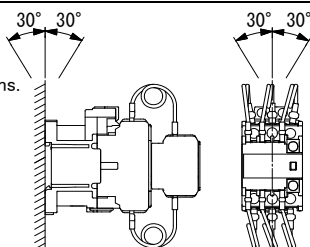

図1 Fig. 1
- (1) 湿気、じんあい、振動の少ない所に設置してください。
- (2) 垂直面に取付けてください。許容傾斜角度は30°以内です。(図1)
- (1) Mount in a dry, clean and stable location.
- (2) Mounting on a vertical surface. The product must not incline more than 30°. (Fig. 1)